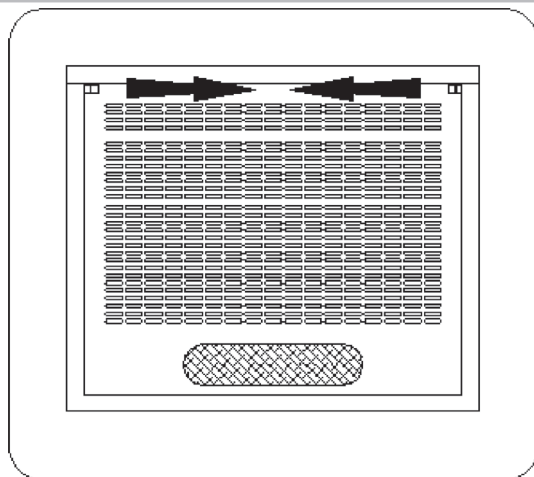
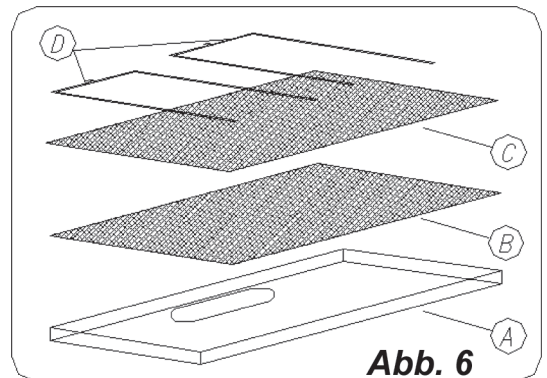

Abb. 5
Abb. 6
In dieser Betriebsart kehrt die gefilterte Luft in den Raum durch die Öffnungen in der Vorderseite der Abzugshaube zurück. Dabei ist ein Kohlefilter einzusetzen (Abb. 6).
Beim Normalbetrieb sollten die Fettfilter alle zwei Monate ausgetauscht werden. Die Demontage erfolgt durch Freistellen der Sicherungsbolzen (Abb.5), wobei Sie mit der Hand den Filter vor dem Herausfallen schützen. Dann sollten Sie die Filterhalterungen D entfernen (Abb. 6), den Filter auswechseln und die Halterungen und Gitter erneut anbringen.
Kohleaktivfilter (C, Abb. 6) nehmen Gerüche bis zur Filtersättigung auf. Sie können weder gereinigt noch wiederverwertet werden und sollen mindestens alle 2 Monate, bei intensivem Gebrauch auch öfter, ausgetauscht werden.
- Blenden A (Abb. 6) samt Fettfilter entfernen,